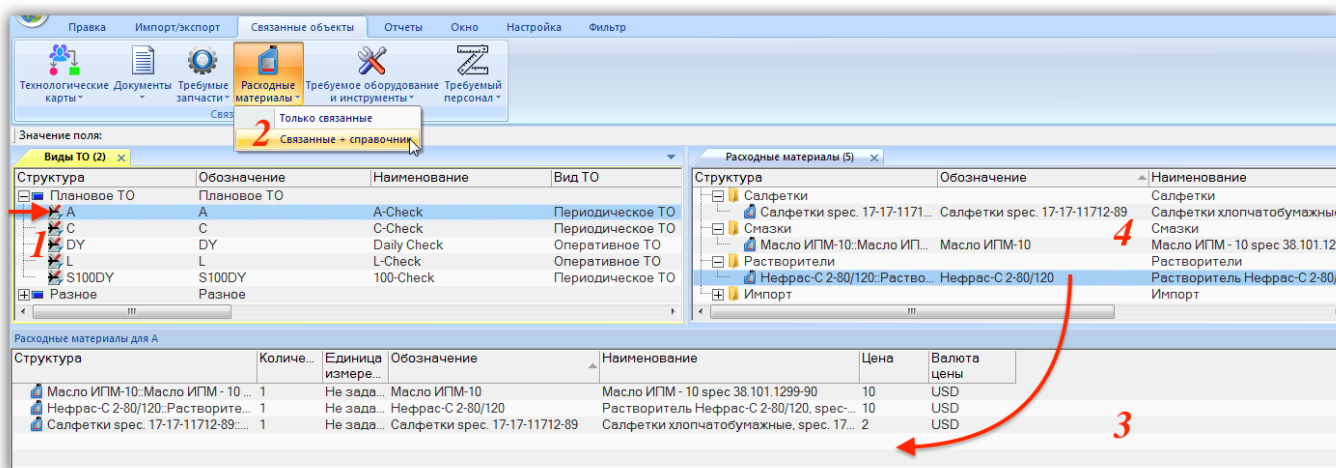

Рис. 12-23 – Расходные материалы, необходимые для выполнения вида ТО
- 2) Выбрать вид ТО в окне «Виды ТО» (1 на рис. 12-23).